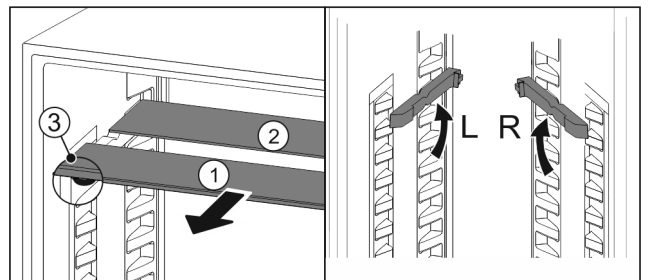

Fig. 43
- ▶ Retire las planchas de cristal individualmente hacia delante Fig. 43 (1).
- ▷ La placa de vidrio Fig. 43 (1) con moldura está situada delante.
- ▷ Los topes Fig. 43 (3) miran hacia abajo.